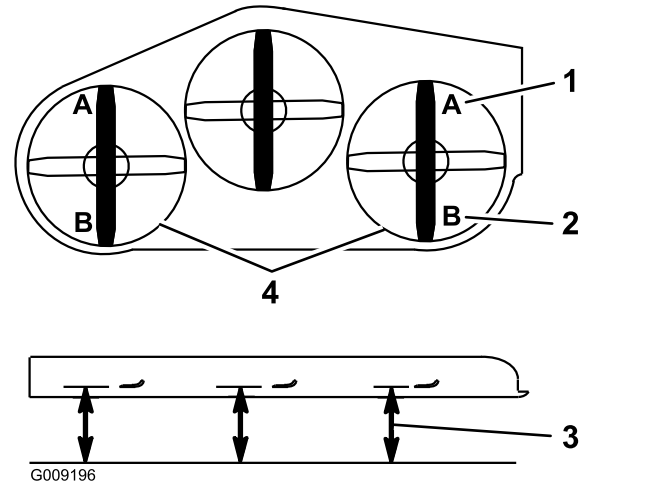

Figura 113
9. En ambos lados de la carcasa, mida desde la superficie nivelada hasta la punta delantera de la cuchilla (Posición A), según se muestra en Figura 113.
15. En ambos lados de la carcasa, mida desde la superficie nivelada hasta la punta trasera de la cuchilla (Posición B), según se muestra en Figura 113.